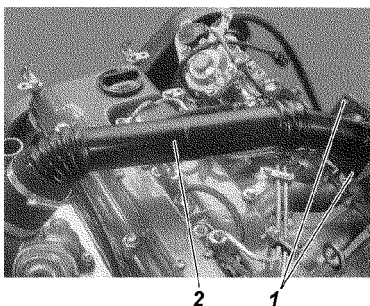

Рис. 4.167. Воздуховод:
6. Открутить четыре винта 1 (рис. 4.167) крепления фланца воздуховода к ресиверу и снять воздуховод 2.